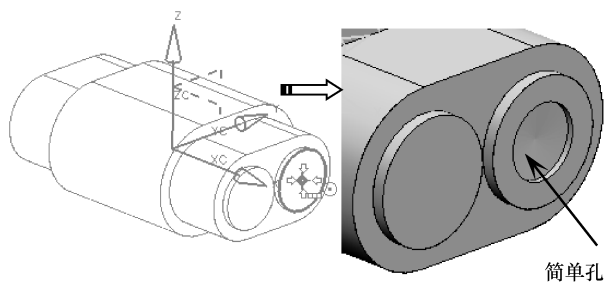

图 3-34 创建简单孔特征
- 06 使用【孔】工具，选择如图 3-34 所示的点作为孔中心点，创建出直径为 12，深度为 1，顶锥角为 170 的简单孔特征。